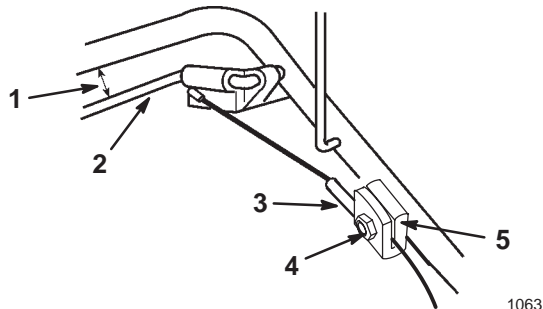

Figure 28
1. Desserrez l'écrou du support de guidage du câble (Fig. 28).
2. Maintenez la barre de commande d'autotraction à 25 à 38 mm du mancheron (Fig. 28).